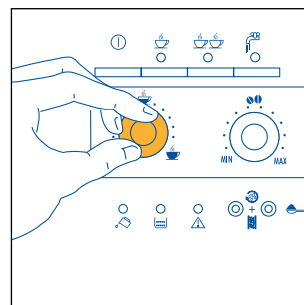

Fig.8
- 3) Regulér knappen til venstre (fig. 8) for at indstille den ønskede kaffemængde. Jo mere den drejes med uret, jo tyndere bliver kaffen. Ved førstegangsbrug skal man foretage flere prøver og brygge kaffe flere gange, indtil man finder ud af knappens korrekte position.